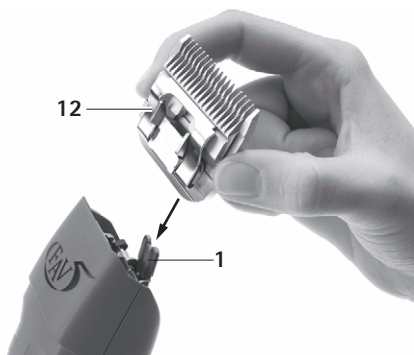

Fig. 2
- Inserire la testa di tosatura **12** sulla cerniera delle lame **1** aperta, vedere Fig. 2.